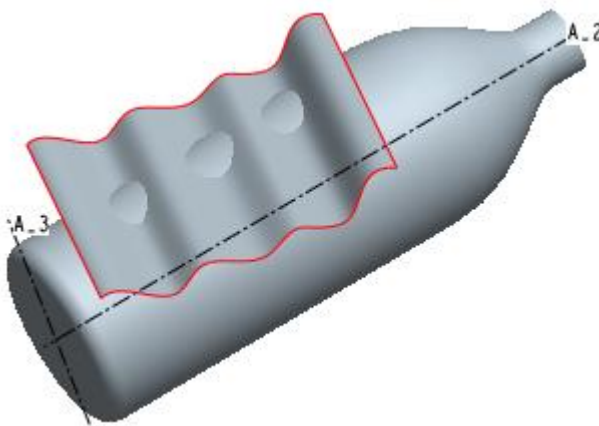

图 3-210
- (4) 单击特征操控板中的按钮，完成曲面移动，结果如图 3-210 所示。